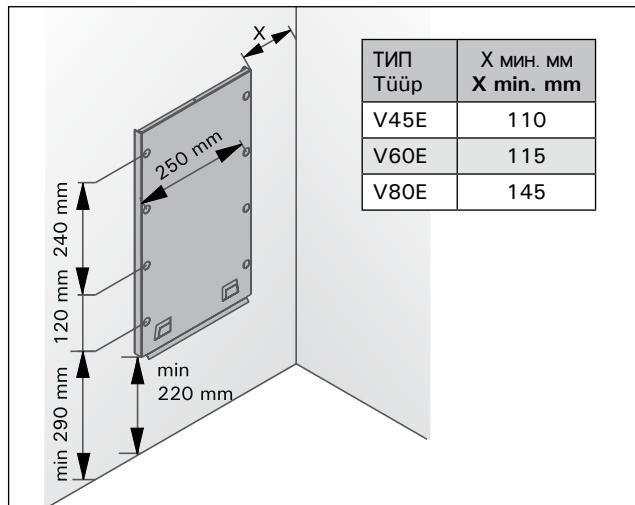

Рисунок 8. Установка крепёжной рамы
1. С помощью прилагаемых шурупов прикрепите к стене монтажную раму, соблюдая минимальные расстояния, указанные в таблице 2 и на рис. 5. Установка рамы изображена на рис. 8.
Сечение проводов, подходящих к управлению нагревом и к сигнальной лампочке, должно соответствовать питающему кабелю каменки. Каменка полустационарно подсоединяется к соединительной коробке в стене сауны. См. рис. 8. В качестве кабеля следует использовать резиновый кабель типа HO7RN-F или подобный.